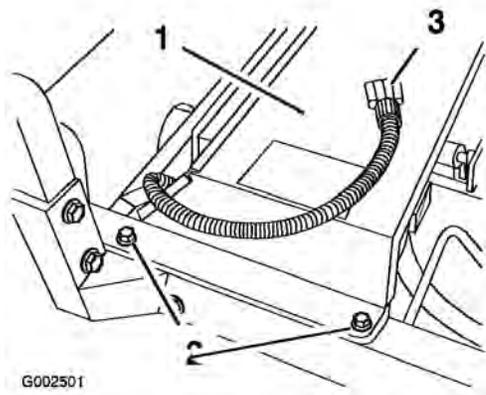

Figura 16
2. Instale el conjunto de la tapa del radiador encima del radiador del vehículo (Figura 16).